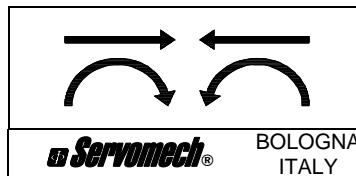

Bild 1.4: Aufkleber am Schutzrohr
- 1.3.1. Beachten Sie den Aufkleber auf dem Schutzrohr im Bereich des (siehe Bild. 1.4), der die Bewegungsrichtung des Hubzylinders in Abhängigkeit der Drehrichtung der Eingangswelle beschreibt.